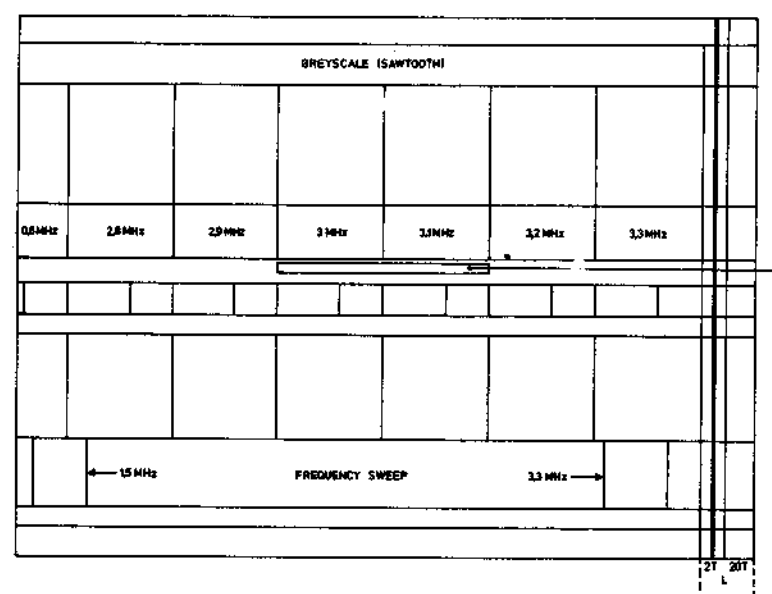

Bild 5-2
- Prüfcassette 4822 397 30108 wiedergeben (siehe Bild 5-2).
3309 so einstellen, dass die Störungen (grober Rausch) in Fläche A (siehe Bild 5-2) während des 'drop-out'-Prüfsignals gerade verschwinden.